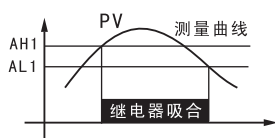

图1
(1) 设定 AH1=AL1, 继电器无效。
(2) 设定 AH1>AL1, 当测量值 $\geq$ AH1时, 继电器吸合; 当测量值 $\leq$ AL1时继电器释放。继电器动作情况见图1, 常用于上限报警。